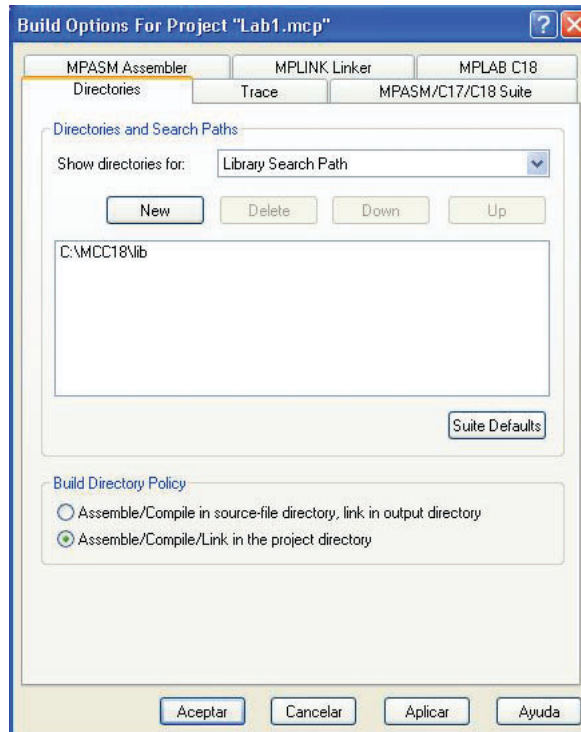

Figura E.9: Configuración de parámetros de compilación.
- Configuramos los parámetros para la compilación en Project → Build Options → Project, de acuerdo a como se muestra en la Figura E.9.